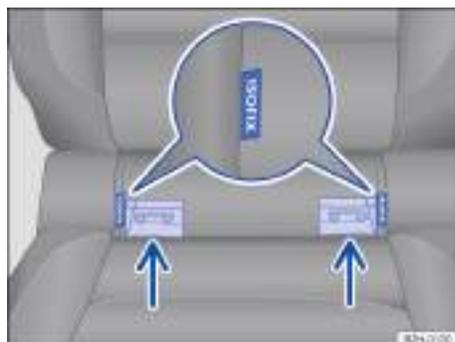

Fig. 43 En el asiento del vehículo: señalización de los puntos de anclaje inferiores para los asientos para niños.
Cada una de las plazas traseras laterales cuenta con dos argollas de sujeción, también llamadas puntos de anclaje, entre el respaldo y la banqueta del asiento → fig. 43.
- Encaje el asiento para niños en las argollas de sujeción en el sentido de las flechas → fig. 43. Las aberturas para encajarlo se encuentran en vertical junto a los rótulos de ISOFIX. El asiento para niños deberá encastrar de forma segura y audible (clic).
- Coloque el asiento para niños sobre la banqueta del asiento y fije los ganchos de los cinturones de fijación a las argollas de sujeción → fig. 43 siempre que dichos cinturones vengán incluidos en el asiento para niños.